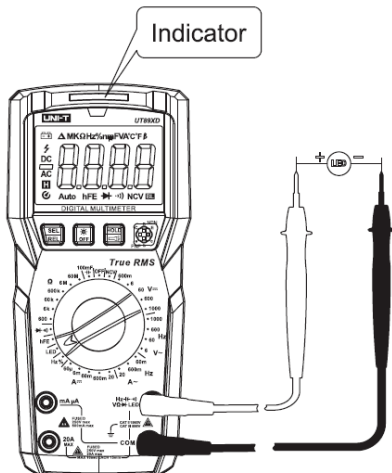

Рисунок 14
9.12 Измерение светодиодов (только UT89XD) (Рис.14)